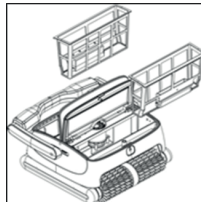

Abbildung 3
- Entnehmen Sie die beiden Filterkörbe (siehe Abbildung 3).